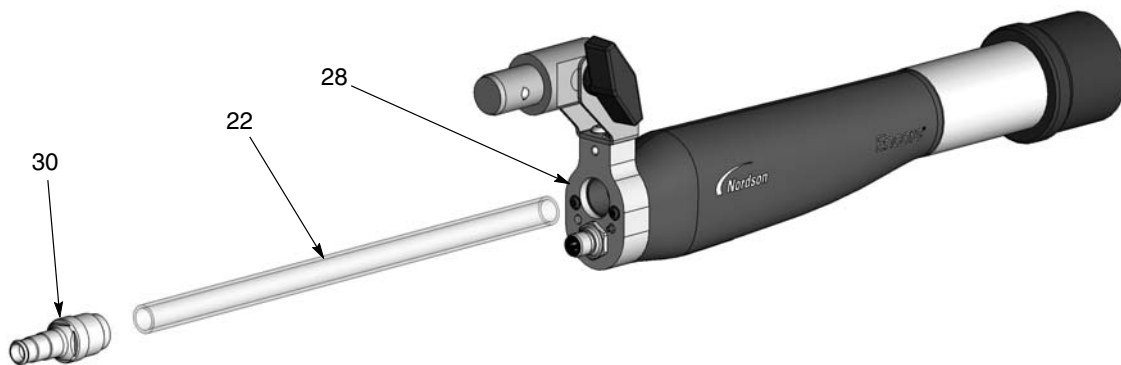

Bild 13 Byte av pulverrör
19. Se bild 13. Sätt i pulverröret (22) i adaptern (30) med en vridande rörelse så att röret kommer igenom den interna O-ringen, tills att det bottnat helt.